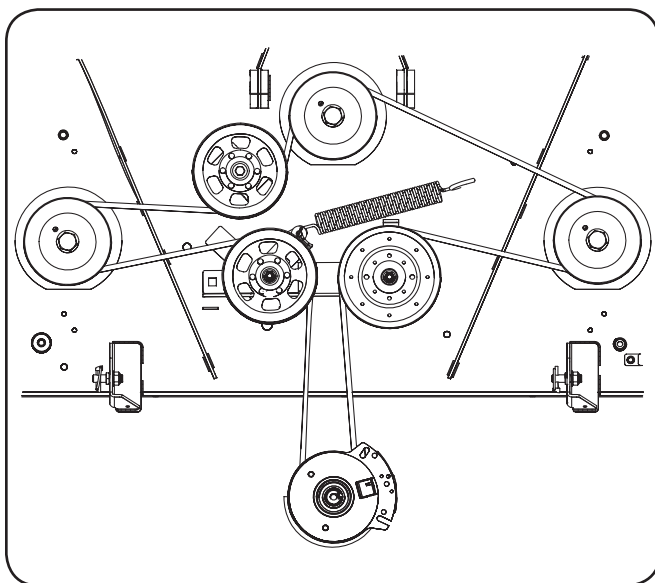

Figura 7-9
- Coloque la correa alrededor de las poleas locas que extrajo en el paso 3 con el lado en "V" orientado hacia adentro. Una vez que todo esté en su lugar, vuelva a colocar los elementos de ferretería y ajuste la tuerca de seguridad con brida para sujetar el conjunto. Vea la Figura 7-9.
- Pase la correa como se indica en la Figura 7-9 y vuelva a instalar la plataforma (consulte Instalación de la plataforma).